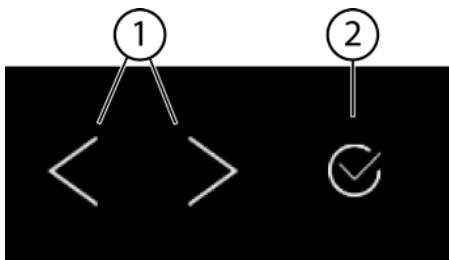
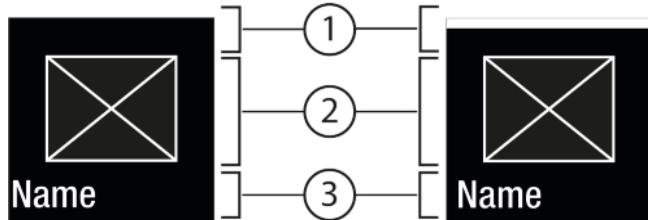
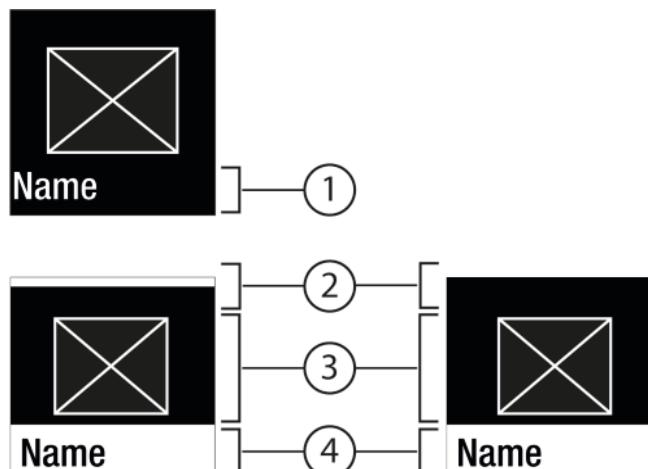

Fig. 5
Fig. 6
Fig. 7
- (1) Стрелка за навигация ляво / дясно
(2) Потвърждаване ляво / дясно
Стрелка за навигация ляво / дясно Fig. 5 (1):
Потвърждаване Fig. 5 (2):
- Навигиране със стрелка за навигация ляво / дясно Fig. 5 (1).
- С Потвърждаване Fig. 5 (2) функцията / настройката се активира Fig. 6 (1)/ деактивира Fig. 6 (1).
- Навигиране със стрелка за навигация ляво / дясно *Fig. 5 (1)*.
- С Потвърждаване *Fig. 5 (2)* се извиква подменюто *Fig. 7 (4)*.
- Настройване на нова стойност: С Потвърждаване *Fig. 5 (2)* изберете деактивирана стойност *Fig. 6 (1)*.
- Обратно в менюто: С Потвърждаване *Fig. 5 (2)* изберете вече активираната стойност *Fig. 6 (2)*.
- Натискайте стрелките за навигация *Fig. 5 (1)* дотогава, докато се покаже функцията.
- Натиснете Потвърждаване *Fig. 5 (2)*.
- Със стрелките за навигация *Fig. 5 (1)* изберете стойността за настройка.
- ▷ Състояние: активирано *Fig. 6 (1)* се появява за кратко в подменюто *Fig. 7 (4)*.
- Натискайте стрелките за навигация *Fig. 5 (1)* дотогава, докато се покаже Настройки .
- Натискайте стрелките за навигация *Fig. 5 (1)* дотогава, докато се покаже желаната настройка.
- Натиснете Потвърждаване *Fig. 5 (2)* в продължение на 3 секунди.